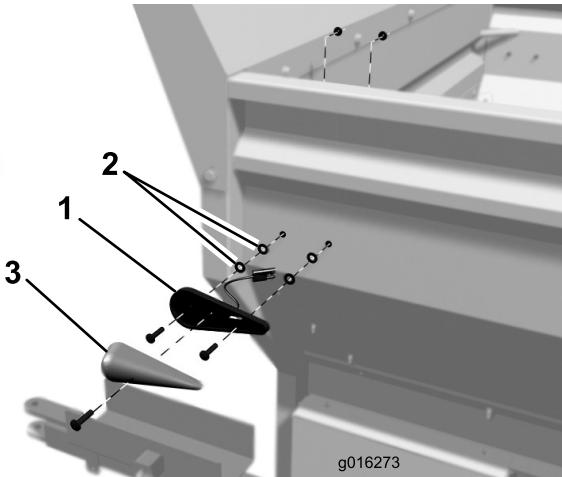

Figura 2
- Fixe uma montagem de luzes no lado da tremonha com (2) parafusos de máquina de 1/4 x 1 pol., anilhas de 0,281 x 0,625 e (2) porcas flangeadas de 1/4 pol. Posicione os componentes como se indica em Figura 2. Instale (2) anilhas em cada parafuso e certifique-se de que estão posicionadas entre a montagem da luz e a tremonha.
- Prenda as lentes de sinalização na montagem com um parafuso (Figura 2). Repita o procedimento no lado direito da tremonha.